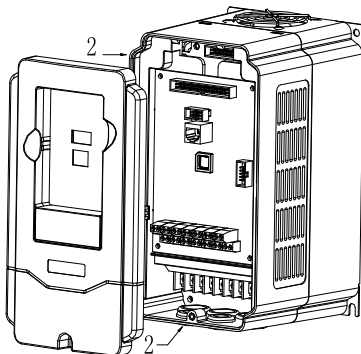

图 3-6 盖板的安装
- ◆ **安装**:将安装螺孔对齐后,上好螺钉即可,如图 3-6 所示。